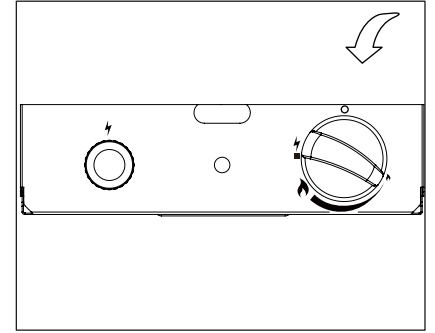

Figura 4
8. Presione y gire la perilla de control a la posición “ALTO” (⬆️), a continuación, suelte perilla de control. Si desea una temperatura más baja , presione el botón de control y gire a la izquierda para el “BAJO” (⬇️) (Figura 4).